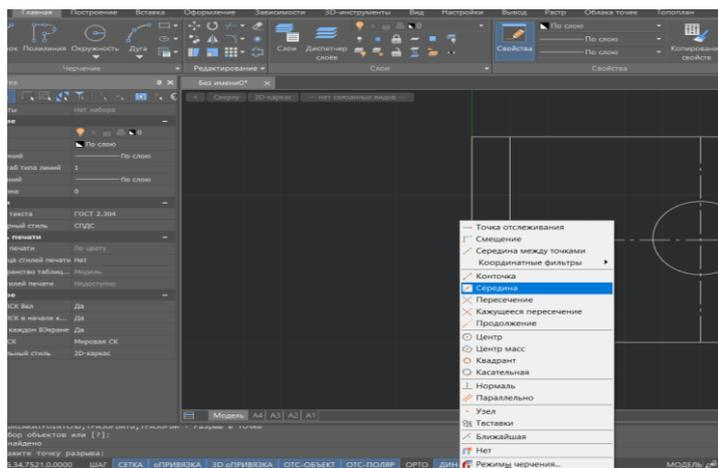

Рис. 3.42
4. Строим вырез: разделяем линию пополам (рис 3.41). Для этого переходим в блок «Главная», разворачиваем панель «редактирование» и выбираем функцию «разрыв по точке» (рис. 3.42). Выбираем